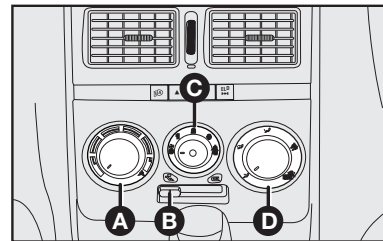

fig. 55
CONTROLES - fig. 55
1) Mando para la temperatura del aire **A-fig. 55** totalmente posicionado a la izquierda.
2) Cursor del ventilador **C-fig. 55**: posicionado en la velocidad máxima.
3) Mando para la distribución del aire **D-fig. 55** indicador en , para controlar que todas las salidas de aire estén abiertas.
4) Conecte el aire acondicionado abriendo el selector **C-fig. 55**.
El aire acondicionado es muy útil para acelerar el desempañamiento porque deshumedece el aire. Es suficiente regular los mandos para la función de desempañamiento, y activar el aire acondicionado, presionando el pulsador **C-fig. 55**.
1) Acondicionador de aire conectado **C-fig. 55**.